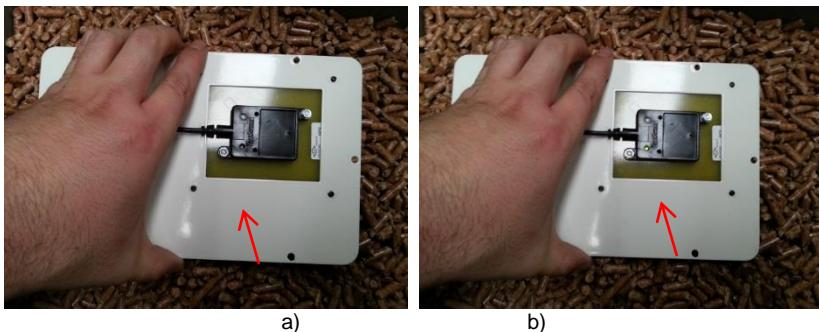

Figura 28 – Regulação da sensibilidade do sensor
- De seguida, com a luz do sensor fique acesa, deverá afastar o sensor dos pellets e verificar que a luz se apaga (Figura 28-a) e voltar a aproximar e verificar que as luz se acende quando se aproxima dos pellets (Figura 28-b)